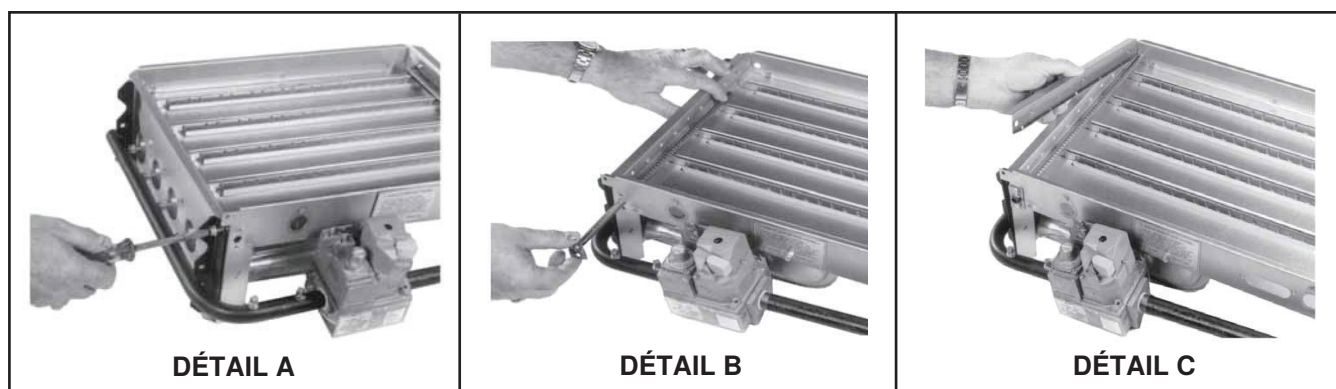

Figure 59. Installation du tube de propagation de l'allumage et bouclier-gouttelettes
- a. Desserrez les vis qui fixent le collecteur au tiroir à brûleur. Retirez les vis du haut tel qu'illustré à la **Figure 59, DÉTAIL A**.
- b. Faites glisser le tube de propagation de l'allumage dans le tiroir à brûleur tel qu'illustré à la **Figure 59, DÉTAIL B**.
- d. Installez le bouclier-gouttes tel qu'illustré à la **Figure 59, DÉTAIL C**.